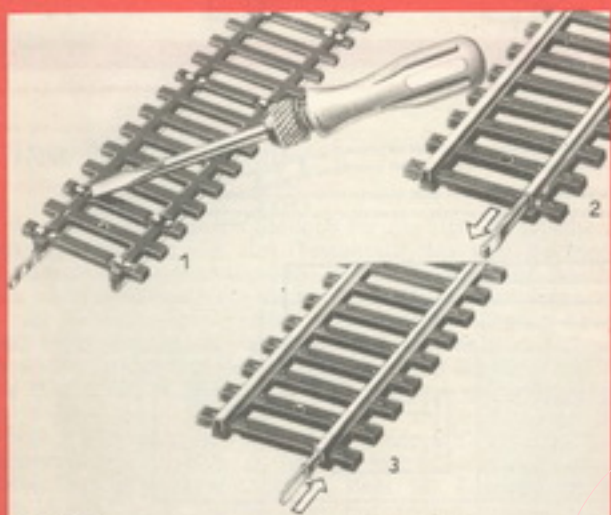
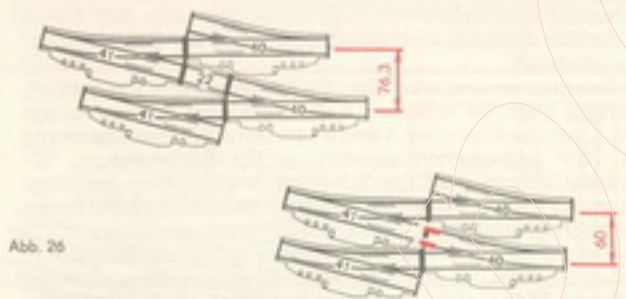
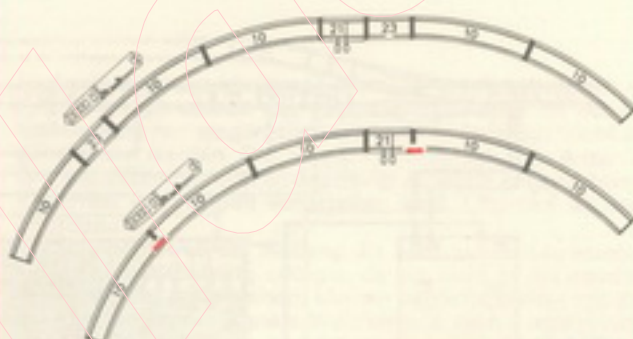

Abb. 25
Abb. 26
Abb. 28
Der Isolierschienenverbinder ermöglicht es, auch auf kleinen Modellbahnanlagen abschaltbare Gleisabschnitte vorzusehen (z. B. Gleispläne 19, 20, 21). Da auf Kleinanlagen der größte Teil der zur Verfügung stehenden Strecken in Gleisbögen liegt, war es bisher schwer, Trennstrecken mit dem Trenngleis (23) einzubauen. Signale mit Zugbeeinflussung konnten deshalb nicht aufgestellt werden. Für jede Trennstrecke benötigt man zwei Trenngleise, die in den kurzen geraden Strecken nicht unterzubringen sind, im Gleisbogen aber zu einer gänzlich anderen Streckenführung zwingen. Mit dem Isolierschienenverbinder können jetzt auch im Gleisbogen Trennstrecken vorgesehen werden (Abb. 28). Auch bei anderen Gleisentwicklungen kann der Isolierschienenverbinder vorteilhaft und platzsparend eingesetzt werden (Abb. 26, 27). In Abb. 25 ist der Austausch eines Schienenverbinders gegen einen Isolier-Schienenverbinder dargestellt.